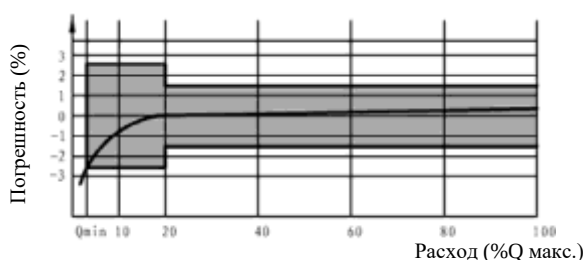
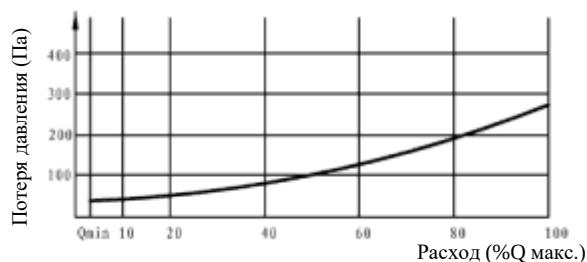

РИС. 4 Кривая погрешности
РИС. 5 Кривая потери давления
4.4.2 Типичная характеристика погрешности и кривая потери давления показаны на РИС.4 и РИС.5